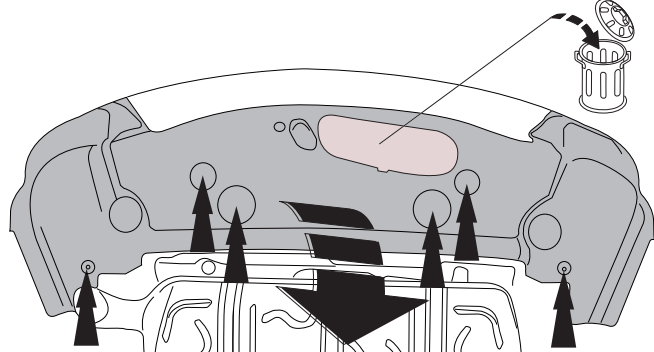

Fig. 2a
2. Снять / Установить пластмассовую закрывающую пластину снизу в середине (см. рис. 2a).